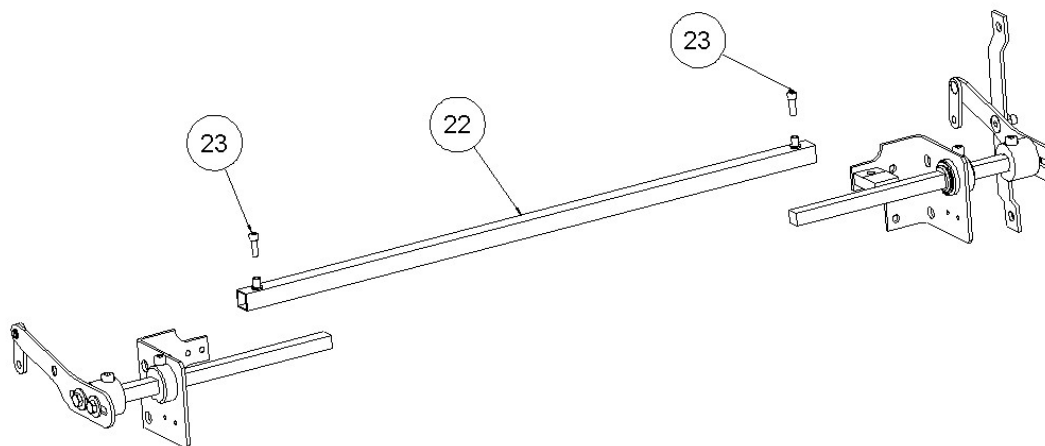

Figure.6
7. INSTALLATION DE L'AXE DE LA BARRE DE COMMANDE: Introduisez les bras, déjà montés sur l'axe de la barre de commande (22) et réglez en même temps la largeur de l'ensemble et en introduisant plus ou moins les bras à l'intérieur du tube et serrez les vis M6 x 16 DIN 912 8.8 (23) - Fig.6 -.